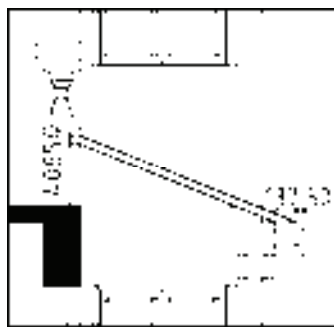

图 13-228 修剪图形
9) 调用“直线”命令，绘制直线；调用“修剪”命令，修剪线段，结果如图 13-228 所示。